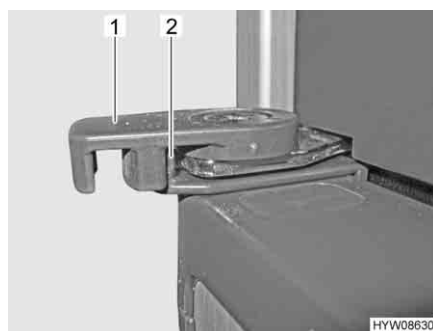

Fig. 74 Bloccaggio della porta del frigorifero in posizione di bloccaggio
- Ruotare il bloccaggio (Fig. 74,1) verso l'esterno.
- Tirare il bloccaggio (Fig. 74,1) verso il centro del frigorifero. La rientranza interna del bloccaggio deve essere riportata nel nasello di chiusura (Fig. 74,2).